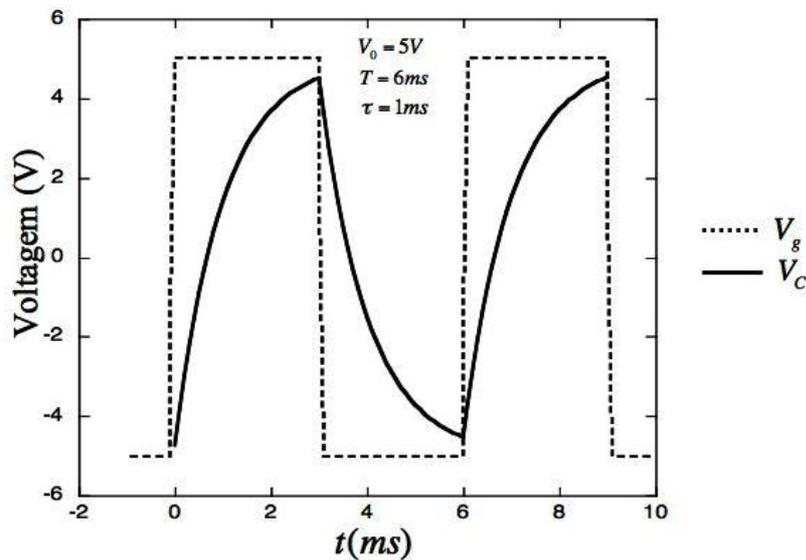

Figura 5: Imagem similar ao que deve aparecer na tela do osciloscópio mostrando a superposição da voltagem do gerador de sinais V_g e do capacitor V_C .
- 2) Ajuste os comandos do osciloscópio de forma a ver na tela uma figura parecida com a **Figura 5** abaixo:
Como pode ser observado na **Figura 5**, enquanto o patamar positivo da onda quadrada ($V_0 = 5\text{V}$) estiver presente, o capacitor se carrega – é como se uma pilha de voltagem igual à tensão do patamar estivesse conectada ao circuito. Terminado o patamar positivo, a voltagem do gerador de sinais muda bruscamente para o patamar inferior (-5V) e o capacitor se descarrega e carrega novamente, agora com voltagem negativa em relação à terra, até o momento em que o patamar se torna novamente positivo, quando o ciclo recomeça. Como se